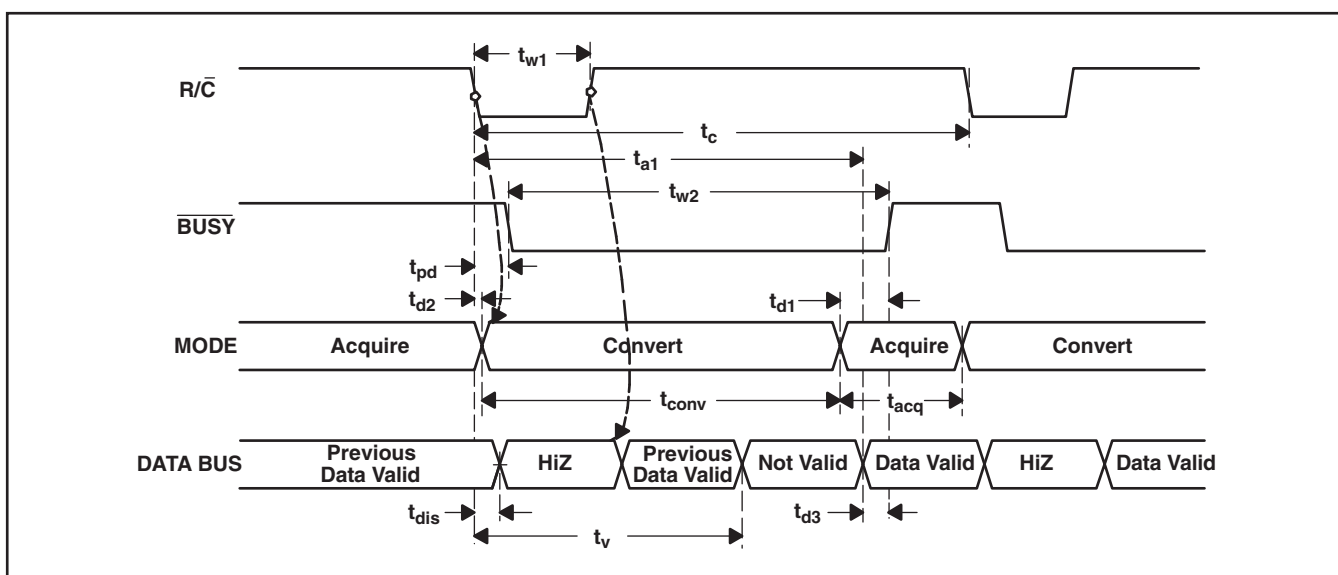
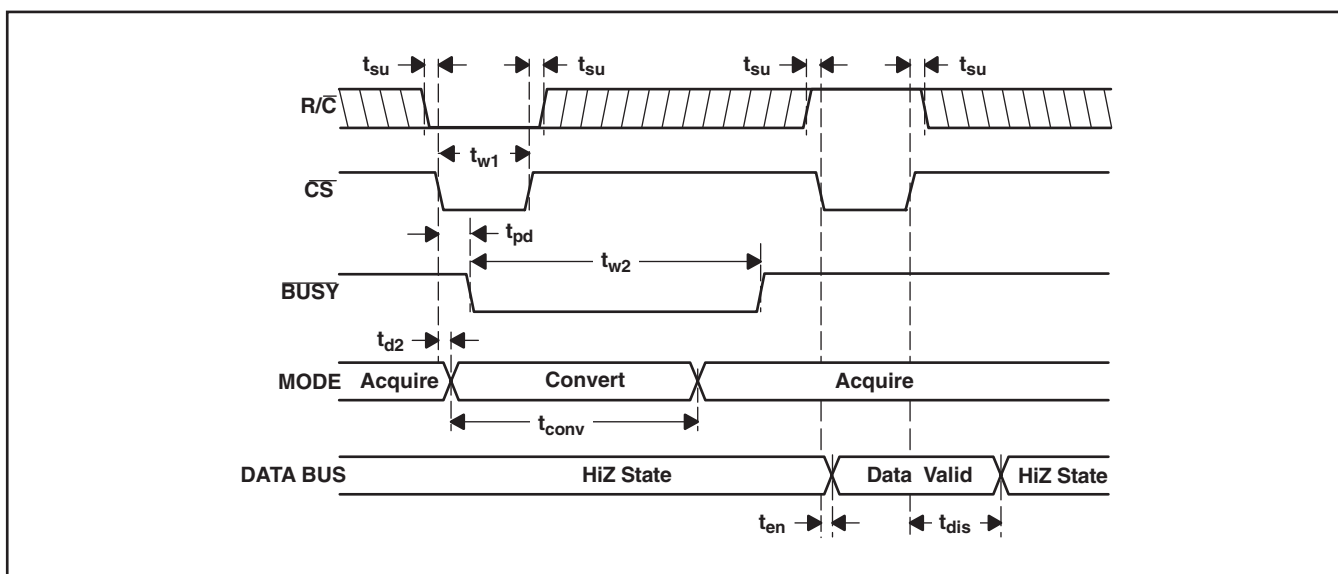
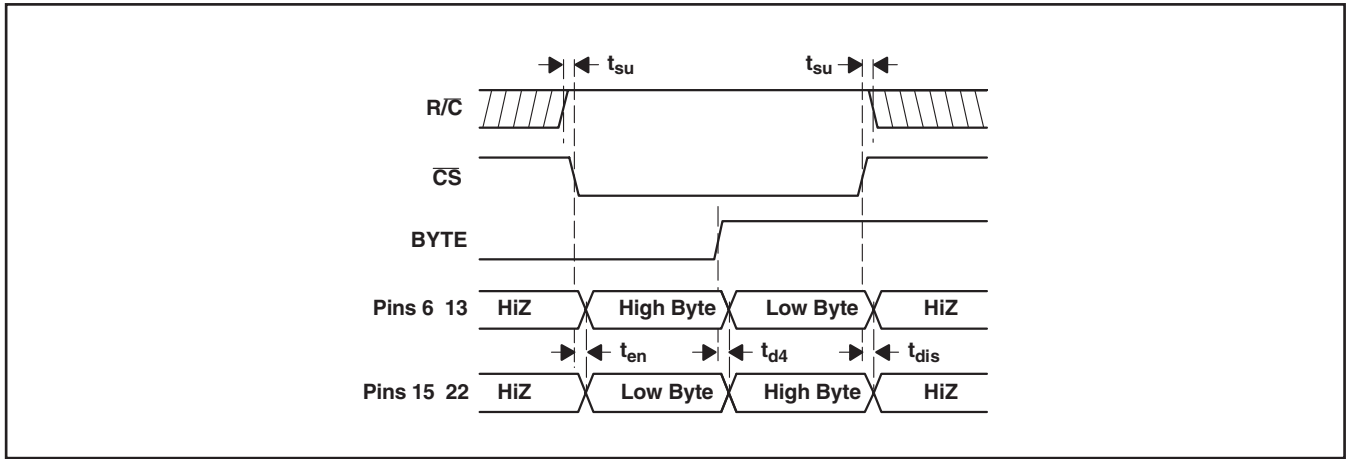

図 21. 変換後の出力イネーブルの変換タイミング ( $\overline{CS}$ を“Low”に固定)
図 22.  $\overline{CS}$ を使用する場合の変換およびリード制御のタイミング
図 23. データ・バスの制御に $\overline{CS}$ とBYTEを使用
ADS8515は変換の終わりに入力信号のトラッキングを始めるので、変換コマンドの間隔を4μs確保すると、信号の変化に正確に追従したアクイジションとすることができます。CS, R/CおよびBUSYの各状態については表1を、タイミング図は図21、図22、および図23を参照してください。
(1) 変換“n-1”からの有効データに関する制約については、図21および図22を参照。
変換“n”が完了して出力レジスタが更新された後、BUSY (26ピン)が“High”になります。このとき、変換“n”の有効データは、D15~D0 (6~13および15~22ピン)で得られます。BUSYの“High”になるのを利用してデータをラッチすることができます。以上のタイミング仕様については、表3と図21、図22、および図23を参照してください。
変換“n”が開始された後、変換“n-1”の有効なデータを読み取ることができます。このデータは変換“n”の開始から最大 $t_v$ まで有効です。変換“n”の開始の $t_v$ 後からBUSY (26ピン)が“High”になるまでの間、データの読み取りを行なってはいけません。これは、無効データを読み取ることになります。以上のタイミング仕様については、表3と図21、図22、および図23を参照してください。
CSを“Low”に接続しながら、R/Cの立ち下がりエッジを変換開始に使用し、R/Cの立ち上がりコンバータの出力モードのイネーブルに使用すると、制御ラインの数を低減することができます。これについては図21をご覧ください。